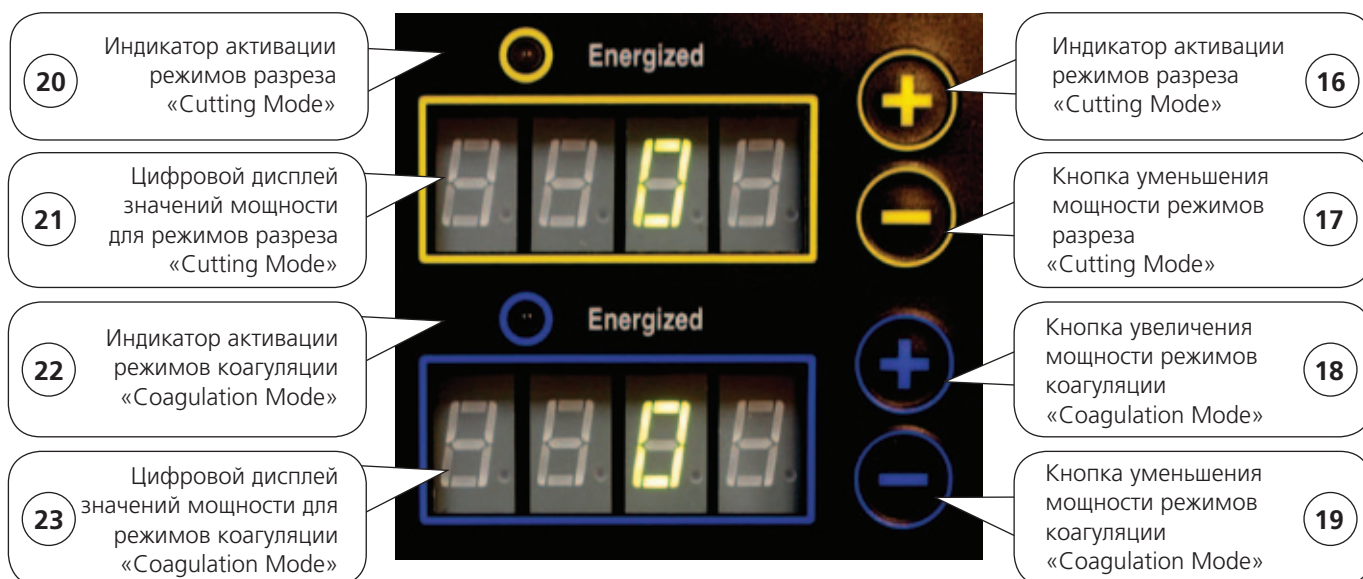

Рис. 26. Блок управления мощностью.
БЛОК УПРАВЛЕНИЯ МОЩНОСТЬЮ (Рис. 26):
- а. На желтой панели дисплея режимов разреза «Cutting Mode» надпись «HOLD» (Рис. 26)
- б. На синей панели дисплея режимов коагуляции «Coagulation Mode» (Рис. 26) начинается обратный отсчет: «3», «2», «1», потом «0», после чего нужно отпустить среднюю кнопку наконечника.